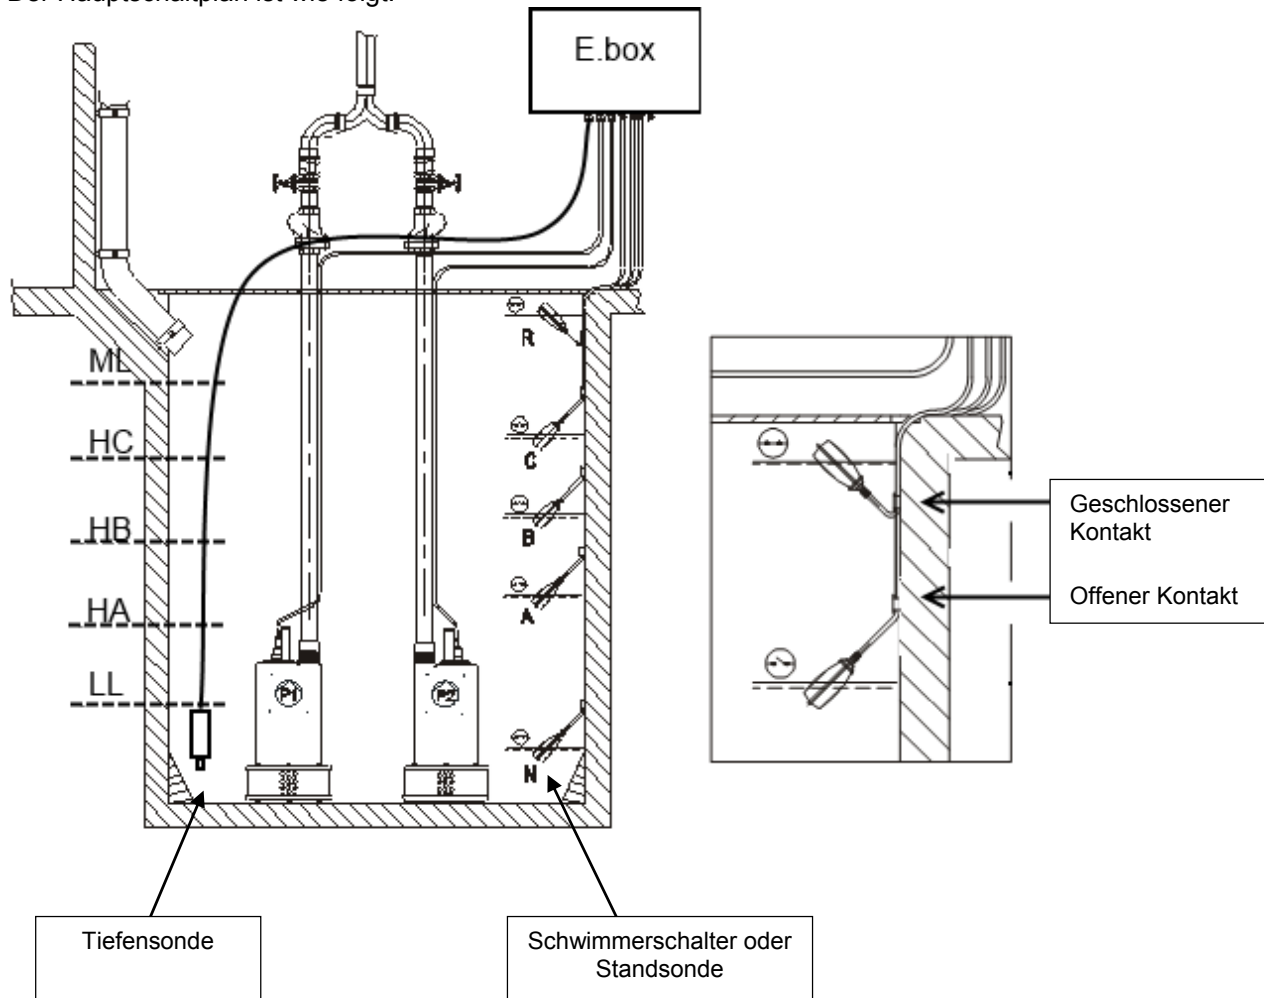
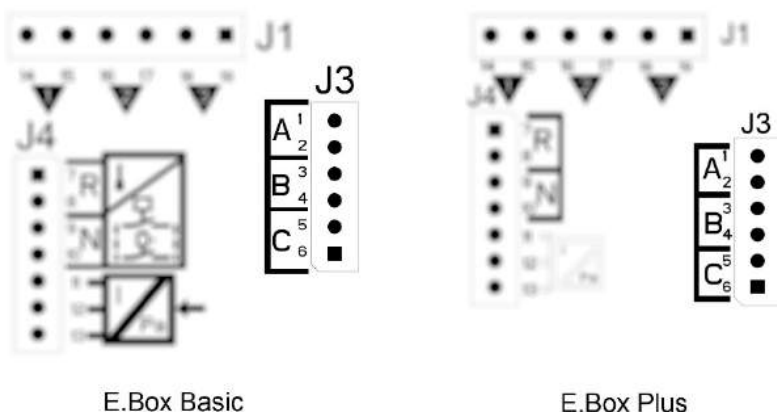

Abbildung 31: Drainage Anlagen-Schaltplan
Abbildung 34: Eingänge
- Schwimmerschalter für die Drainage verwenden, offener Kontakt bei niedrigem Wasserstand, siehe Abbildung 31: Drainage.
- **System mit 2 Standsonden:** in diesem Fall werden die Eingänge B und C verwendet. Die Klemme A muss frei bleiben. Die Schwimmerschalter im Becken werden wie in Abbildung 31 gezeigt angeschlossen. Für die Elektroinstallation siehe Abbildung 34 Eingänge.
- **System mit 3 Schwimmerschaltern oder Standsonden:** in diesem Fall werden die Eingänge A, B und C verwendet A, B e C. Die Schwimmerschalter im Becken werden wie in Abbildung 31: Drainage gezeigt positioniert. Für die Elektroinstallation siehe Abbildung 34 Eingänge.